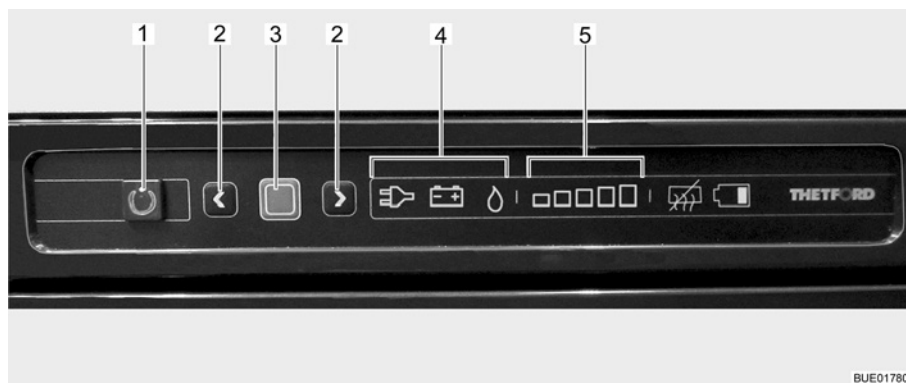

Bild 97 Reglage, knappar för kylskåpet
Det aktuella driftläget visas med en tänd symbol (Bild 97,4) på kontrollenheten.
När kylskåpet slås på väljs automatiskt den senast valda termostatinställningen. Denna inställning kan ändras manuellt med pilknapparna (Bild 97,2). De lysande staplarna på kylnivåindikatorn (Bild 97,5) visar den valda termostatinställningen. Med hjälp av pilknapparna ställs kyltemperaturen in för alla tre energikällorna. Det tar alltid några timmar innan man har en normal drifttemperatur i kylskåpet. Om en omkoppling sker till ett andra driftläge förändras termostatinställningen inte. Kyltemperaturen bibehålls oberoende av den valda energikällan.
- Tryck på på/av-knappen (Bild 97,1) i en sekund. Knappen (Bild 97,1) lyser grönt. Efter ca 10 sekunder dimmas indikeringen automatiskt för att spara ström.
- Tryck ned bekräftelseknappen (Bild 97,3) i cirka 2 sekunder. Symbolerna för driftlägena (Bild 97,4) blinkar.
- För att ändra driftläge tryck på pilknapparna (Bild 97,2).
- För gasdrift välj driftläget gas med hjälp av pilknapparna (Bild 97,2). Nu är gastillförseln öppen. Tändning sker automatiskt. Ett tickande ljud hörs tills tändningsproceduren är klar.
- Tryck på bekräftelseknappen (Bild 97,3).
- Tryck på bekräftelseknappen (Bild 97,3) igen. Kylningsnivån indikeras med de lysande staplarna (Bild 97,5).
- Ändra inställningen genom att trycka på pilknapparna (Bild 97,2) tills önskad inställning visas.
- Tryck på på/av-knappen (Bild 97,1) i cirka 2 sekunder. Alla lampor slocknar. Kylskåpet är avstängt.